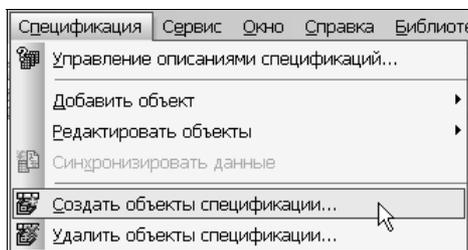

Рис. 9.99. Команда Создать объекты спецификации
1. Откройте трехмерную сборку клапана. Активизируйте команду **Спецификация | Создать объекты спецификации** (рис. 9.99).